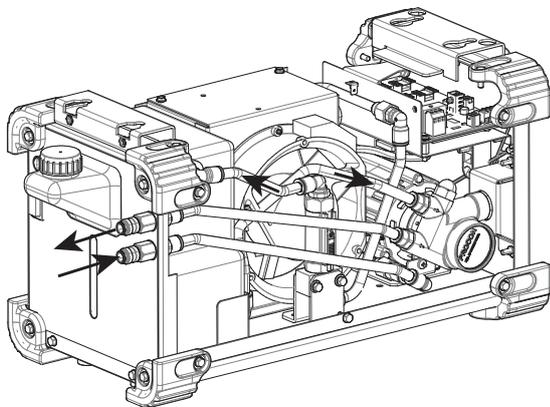

Figura 6
- Collegare i tubi flessibili del gruppo di raffreddamento, Figura 6.